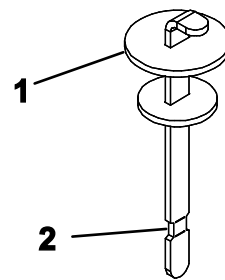

Figure 19
4. Dévissez la jauge du goulot de remplissage et essuyez-la sur un chiffon propre. Remettez la jauge dans le goulot de remplissage, ressortez-la et contrôlez le niveau de liquide. Il doit atteindre le repère sur la jauge (Figure 19).